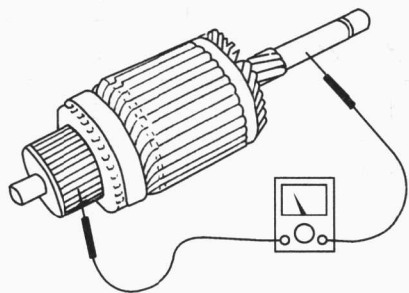
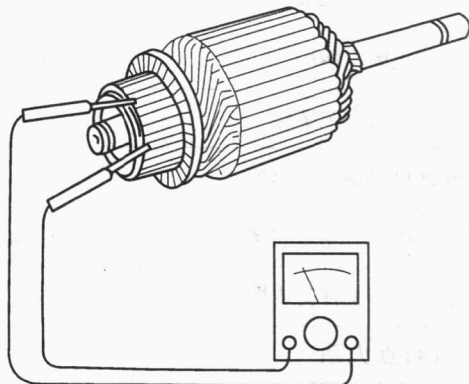

图 1-14 起动机电枢检测(1)
图 1-15 起动机电枢检测(2)
- 电枢检测。如图 1-14 所示,电阻值应为无穷大。如图 1-15 所示,电阻应接近于零。